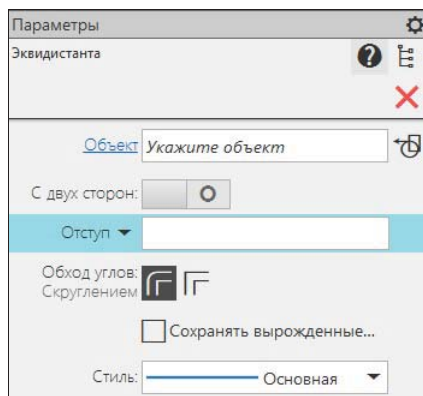

Рис. 7.4. Панель Параметрy: Эквидистанта
- ♦ вызовите команду *Эквидистанта* из панели инструментов **Геометрия**. На панели **Параметры: Эквидистанта** (рис. 7.4) появились следующие параметры для настройки: